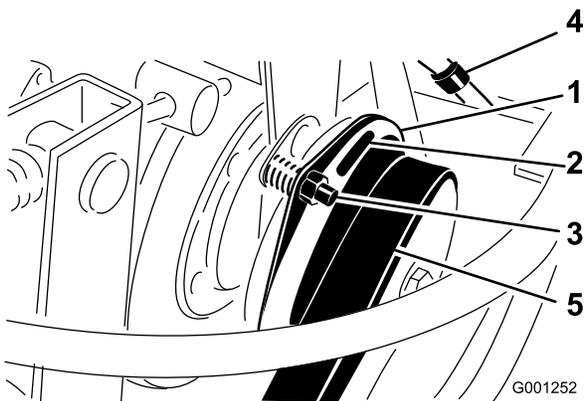

Figura 66
3. Ajuste la holgura hasta que pueda deslizar una galga de 0,38 mm entre la guarnición del embrague y la placa de fricción con una ligera presión (Figura 66).
Nota: La holgura puede reducirse girando la tuerca de ajuste en sentido horario (Figura 66). La holgura máxima es de 0,76 mm. Ajuste la holgura en las 3 posiciones.